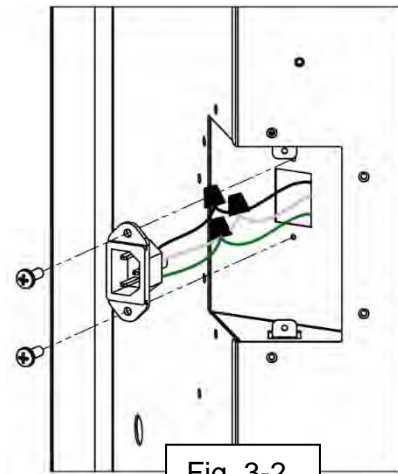

Fig. 3-2
- Trek voorzichtig aan de stroomingang totdat de draadmoeren op de draden blootliggen (Fig 3-2).